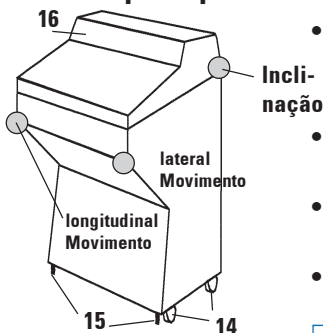

Fig. 4
- Mova o aparelho para o local de instalação com seus rodízios (14). Observe as áreas que são reforçadas para o transporte e segure o gabinete apenas nesses lugares (Fig. 4).
- Os pés ajustáveis (15) podem apoiar o peso do aparelho em inclinações em ângulo reto (máx. de 30 °).
- No local de instalação, afrouxe os parafusos dos pés ajustáveis (15) usando uma chave de porca. Isso é necessário para garantir a estabilidade.